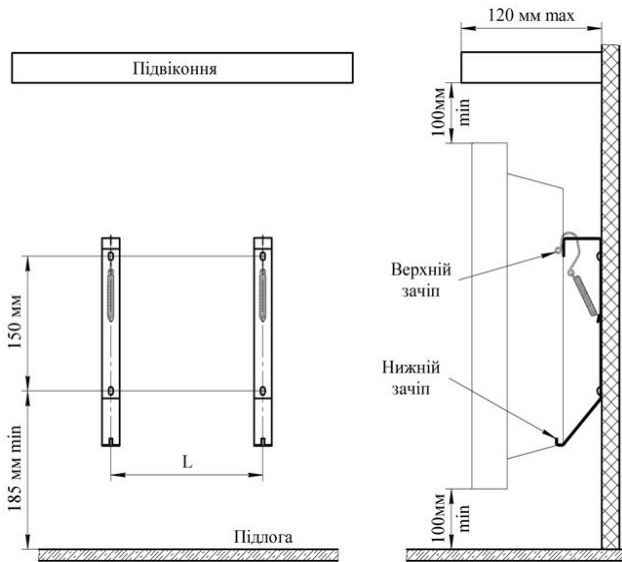

Рис. 1
4.5 Поедняйте прямокутні отвори на задній стінці конвектора з верхніми зачепами кронштейнів (рис. 1) і надіньте конвектор на зачепи.
**Увага!** Категорично забороняється включати і експлуатувати конвектор без його закріплення на кронштейнах на стіні або без встановлених опор для експлуатації на підлозі. Включати і експлуатувати конвектор дозволяється тільки в положенні, вказаному на рис.1.